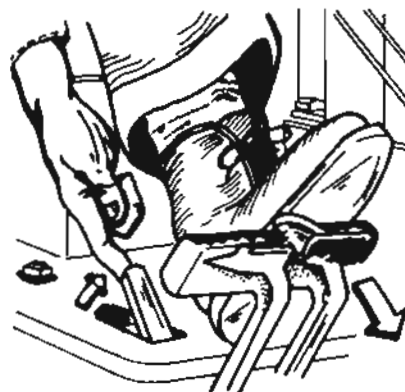

Fig. 9
- e Ponga frenos de estacionamiento (fig. 9).